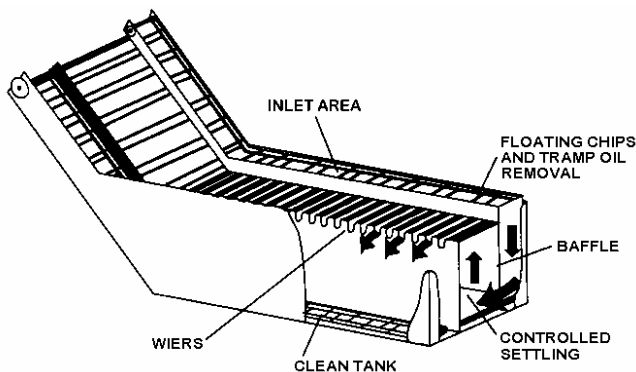

Figura 2
1. El sistema de cadena múltiple como algunas veces se le llama, es mas que una versión sofisticada de un tanque de sedimentación simple. El tanque contiene una serie tubos de metal o troughs, arreglados en paralelo. Véase Figura 2. La mezcla de fluido de corte de metal se alimenta al compartimiento "sucio" en donde artefactos mecánicos separan finos y aceites libres de la superficie dentro de un carro de recolección.